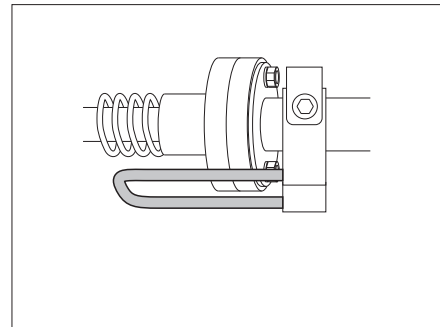

Bild 119 Sicherungshebel in Stellung gesichert
- ▶ Vor der Benutzung des Bettes prüfen, ob sich der Sicherungshebel in der gesicherten Position befindet (Bild 119).
- Sicherungshebel in die gesicherte Position stellen (Bild 119).